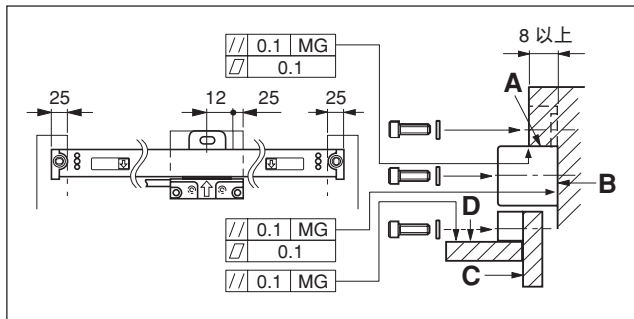

图 3-5 安装方法
**A 面** 的范围如图 3-5 所示。但是, 上述容许值以平面内无急剧的变化和不妨碍将直线标尺部分安装于左右安装面之间为条件。